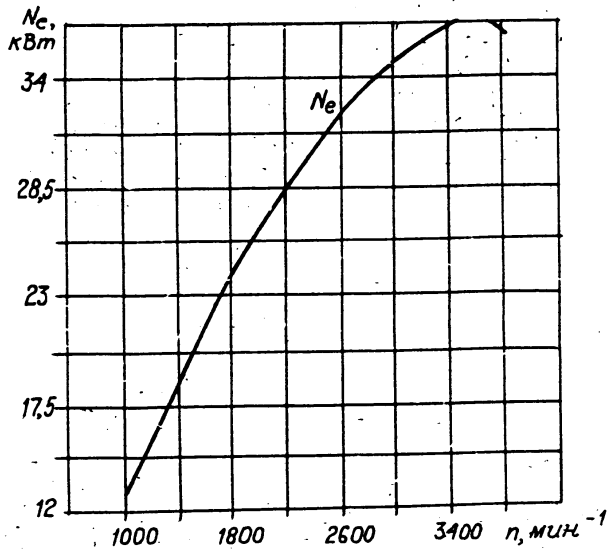

Рисунок 3.1. Скоростная (внешняя) характеристика автомобильного двигателя
3.2. Как изменится динамический фактор автомобиля при увеличении скорости с 50 до 90 км/ч на прямой передаче? При решении использовать скоростную характеристику двигателя (рисунок 3.1.). Сила тяжести $G = 17983 \text{ Н}$; радиус колеса $r_k = 0,344 \text{ м}$; передаточное число главной передачи $i_0 = 5,125$; механический КПД трансмиссии $\eta_m = 0,92$; фактор сопротивления воздуха $k_w = 0,355$; площадь лобового сопротивления $F = 2,1 \text{ м}^2$.